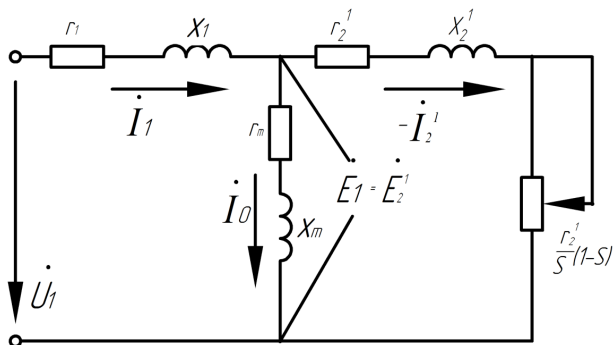
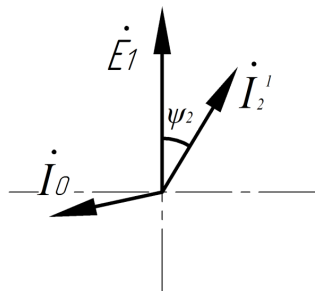

Рис. 24.1
Рис. 24.2
1. На рис. 24.1 приведена Т-образная схема замещения асинхронного двигателя. Нарисуйте качественно векторную диаграмму напряжений и токов асинхронного двигателя для трех вариантов расположения векторов основных величин (рис. 24.2...24.4). Порядок построения пояснить.